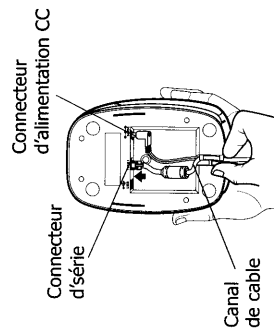

Figure 6
- 1 Branchez le câble série sous l'imprimante. Voir Figure 6.